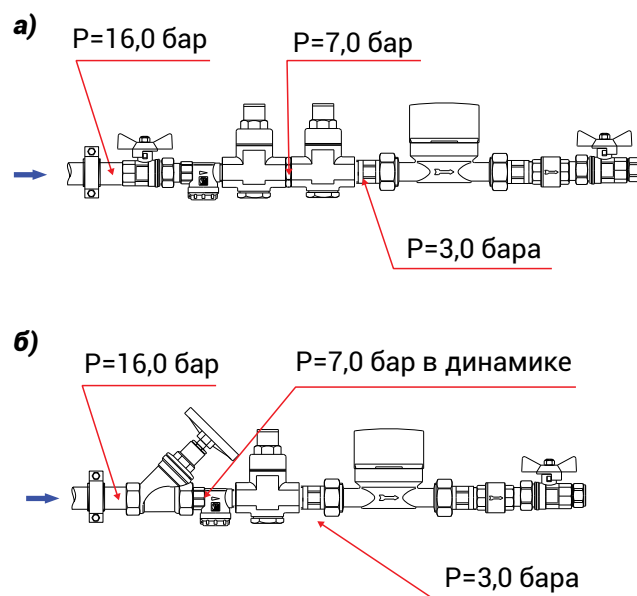

Рис. 15
- во-первых, можно прибегнуть к каскадному редуцированию. То есть на входе устанавливаются последовательно 2 редуктора (рис. 15а);
- во-вторых, перед редуктором можно расположить дроссельную шайбу, регулировочный вентиль или балансировочный клапан, который в динамическом режиме снизит входное давление до нужного уровня (рис. 15б);